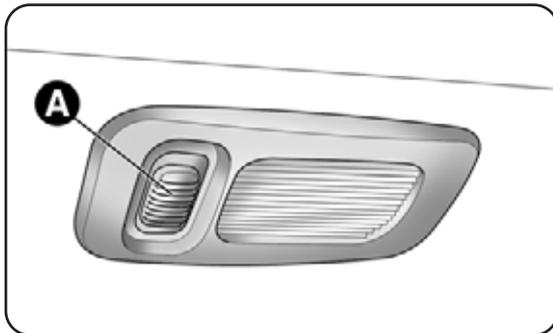

fig. 38
**PLAFONIER DA LUZ DE CORTESIA fig. 38**